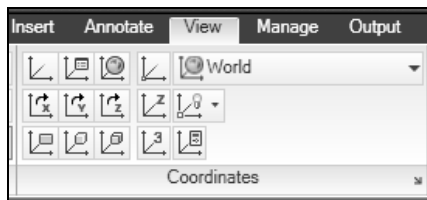
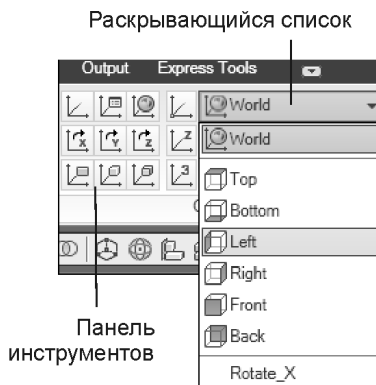
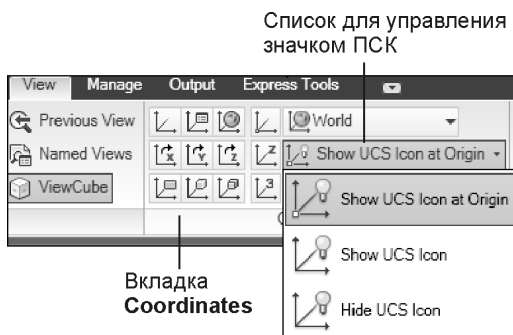

Рис. 3.15. Панель инструментов ленты **Coordinates** для работы с пользовательскими системами координат
Рис. 3.22. Список стандартных систем координат на панели инструментов **Coordinates** ленты
Рис. 3.23. Список команд, управляющих отображением знака ПСК на экране
Это опции команды **UCS** (ПСК), которые можно также вызывать щелчком на кнопках панели инструментов **Coordinates** (Координаты) на вкладке ленты **View** (Вид) (рис. 3.15).
1. Щелкните кнопку  **Origin** (Начало) на панели инструментов **Coordinates** (Координаты) вкладки ленты **View** (Вид) (см. рис. 3.15) или выберите строку в горизонтальном меню **Tools | New UCS | Origin** (Сервис | Новая ПСК | Начало).
1. Щелкните кнопку  **X** (X) на панели инструментов **Coordinates** (Координаты) вкладки ленты **View** (Вид) (см. рис. 3.15) или выберите строку в горизонтальном меню **Tools | New UCS | X** (Сервис | Новая ПСК | X).
- 1. Щелкните кнопку  **Object** (Объект) на панели инструментов **Coordinates** (Координаты) вкладки ленты **View** (Вид) (см. рис. 3.15) или выберите строку в горизонтальном меню **Tools | New UCS | Object** (Сервис | Новая ПСК | Объект).
Для ориентации плоскости Oxy текущей ПСК параллельно видовому экрану следует щелкнуть кнопку  **View** (Вид) на панели инструментов **Coordinates** (Координаты) вкладки ленты **View** (Вид) (см. рис. 3.15) или выбрать строку в горизонтальном меню **Tools | New UCS | View** (Сервис | Новая ПСК | Вид).
1. Щелкните кнопку  **3-Point** (3 точки) на панели инструментов **Coordinates** (Координаты) вкладки ленты **View** (Вид) (см. рис. 3.15) или выберите строку в горизонтальном меню **Tools | New UCS | 3 Point** (Сервис | Новая ПСК | 3 точки).
1. Щелкните кнопку  **Named** (Именованные) на панели инструментов **Coordinates** (Координаты) вкладки ленты **View** (Вид) (см. рис. 3.15) или выберите строку в горизонтальном меню **Tools** | **Named UCS** (Сервис | Именованные ПСК).
1. Щелкните кнопку  **Named** (Именованные) на панели инструментов **Coordinates** (Координаты) вкладки ленты **View** (Вид) (см. рис. 3.15) или выберите строку в горизонтальном меню **Tools | Named UCS** (Сервис | Именованные ПСК).
1. Перейдите на панель инструментов **Coordinates** (Координаты) вкладки ленты **View** (Вид) (см. рис. 3.15) и раскройте на ней список со стандартными системами координат (рис. 3.22).
1. Перейдите на панель инструментов **Coordinates** (Координаты) вкладки ленты **View** (Вид) (см. рис. 3.15) и раскройте на ней список команд, управляющих способом отображения знака ПСК на экране (рис. 3.23).
1. Перейдите на панель инструментов **Coordinates** (Координаты) вкладки ленты **View** (Вид) (см. рис. 3.15) и щелкните кнопку  **UCS Icon**,